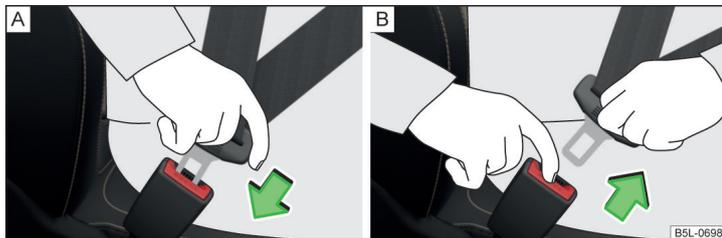

Fig. 5 Bouclage/débouclage des ceintures de sécurité
- Engagez la languette dans la boucle du siège correspondant » fig. 5 - A jusqu'à ce qu'elle s'enclenche de façon audible.
- Appuyez sur le bouton rouge de la boucle » fig. 5 - B, la languette est éjectée.